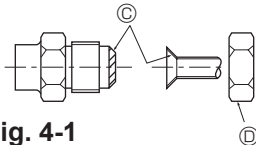

Fig. 4-1
A) (Fig. 4-1)
B) (Fig. 4-1)
4.2. Aansluiten van de pijpen (Fig. 4-1)